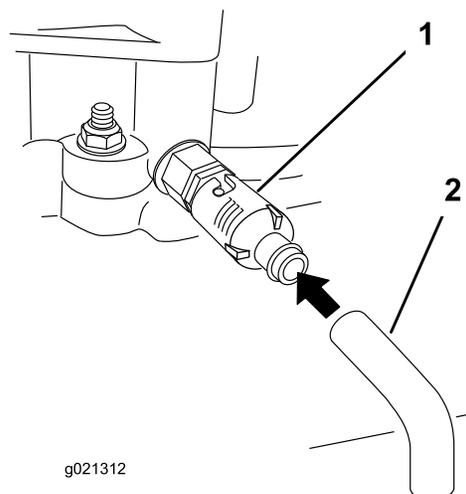

Figura 23
5. Collocate una bacinella sotto il tubo di spurgo. Girate la valvola di spurgo dell'olio per lasciare defluire l'olio (Figura 23).
7. Togliete il tappo di spurgo (Figura 23).